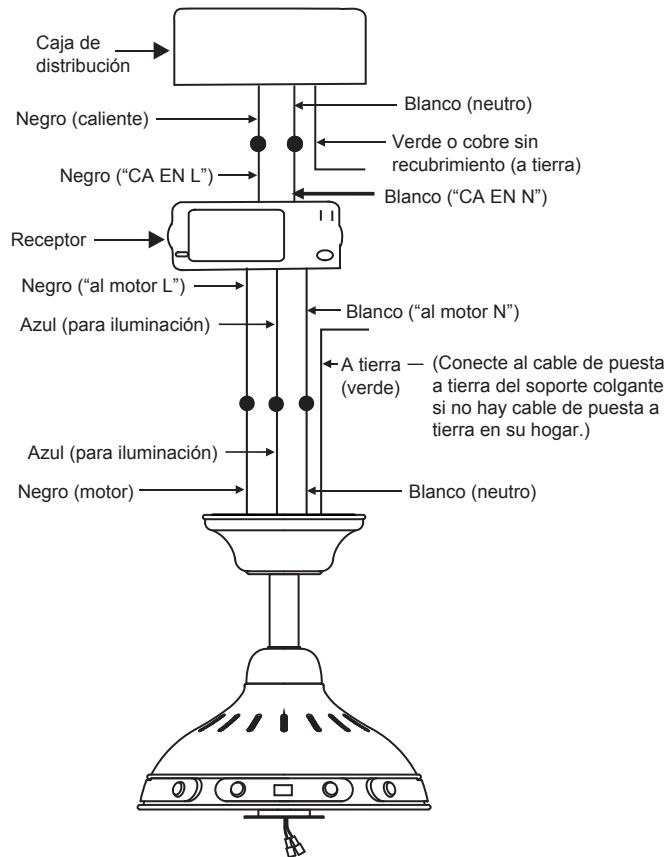

Fig. 14
## Paso 2. Conexiones eléctricas del motor al receptor: (Fig. 14)
**Paso 3. (Fig. 14)** Conexiones eléctricas del receptor a los cables de alimentación del hogar: Conecte el cable negro (caliente) del cielorraso al cable negro marcado como "AC in L" (CA en L) del receptor. Conecte el cable blanco (neutro) del cielorraso con el cable blanco marcado como "AC in N" (CA en N) del receptor. Asegure las conexiones de cables con las tuercas plásticas para cable proporcionadas.